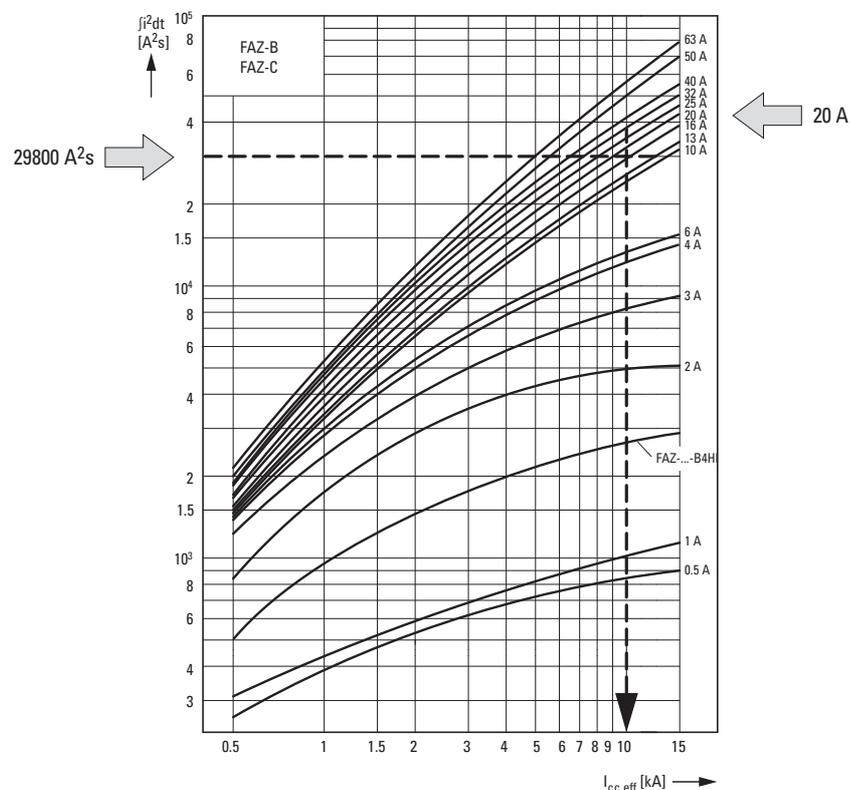

Abbildung 12: Leistungsschutz mit FAZ-3-B20
- An der Einbaustelle darf das Kurzschlussniveau  $I_{cc \text{ eff}}$  daher  $10 \text{ kA}$  nicht überschreiten (→ Kennlinie in Abbildung 12).